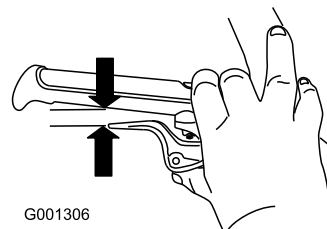

Figure 10
5. Serrez le levier complètement contre le guidon, puis vérifiez l'écartement entre le bas du guidon et l'extrémité du levier d'embrayage de roue (Figure 10).